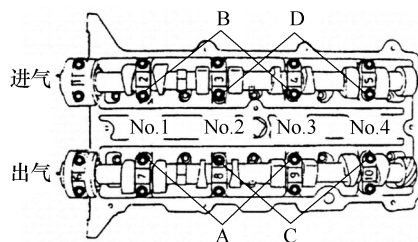

图 5-12
• 进行进气侧 2、3 缸调整垫片的拆卸，需要拆下螺栓 A 或 C，如图 5-12 所示。
• 进行排气侧 2、3 缸调整垫片的拆卸，需要拆下螺栓 B 或 D，如图 5-12 所示。
5) 拧紧螺栓 A 来紧固专用工具(轴),如图 5-12 所示。
9) 拧紧螺栓 B,上紧专用工具(本体),如图 5-12 所示。
10) 拧紧螺栓 C,压下气门挺杆,如图 5-12 所示。